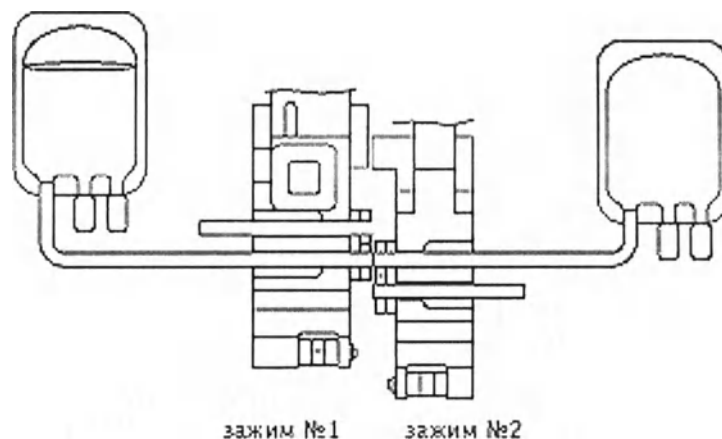

Рисунок 6 – Вид запаянных магистралей
- как только две секции окажутся прямо друг против друга, пластина возвращается в исходное положение, освобождая концы трубок (см. рисунок 6).